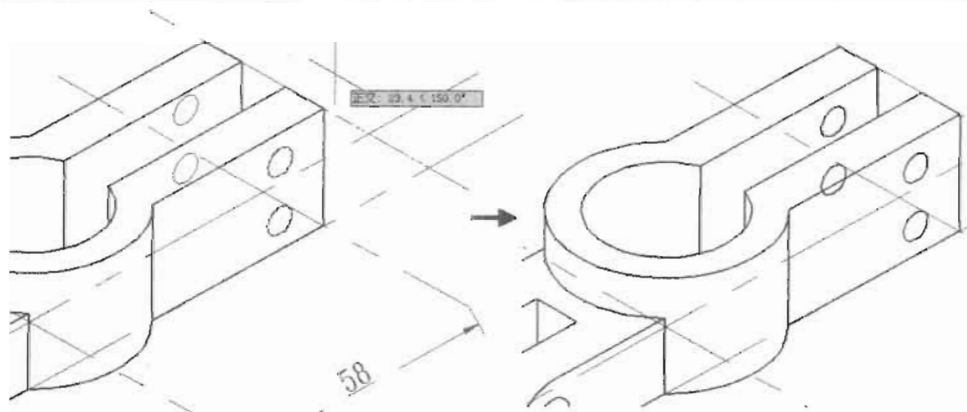

图 11-81
(18) 单击“修改”工具栏中的“复制”按钮, 将绘制的等轴测圆向左侧复制, 如图 11-81 所示, 命令执行过程如下。